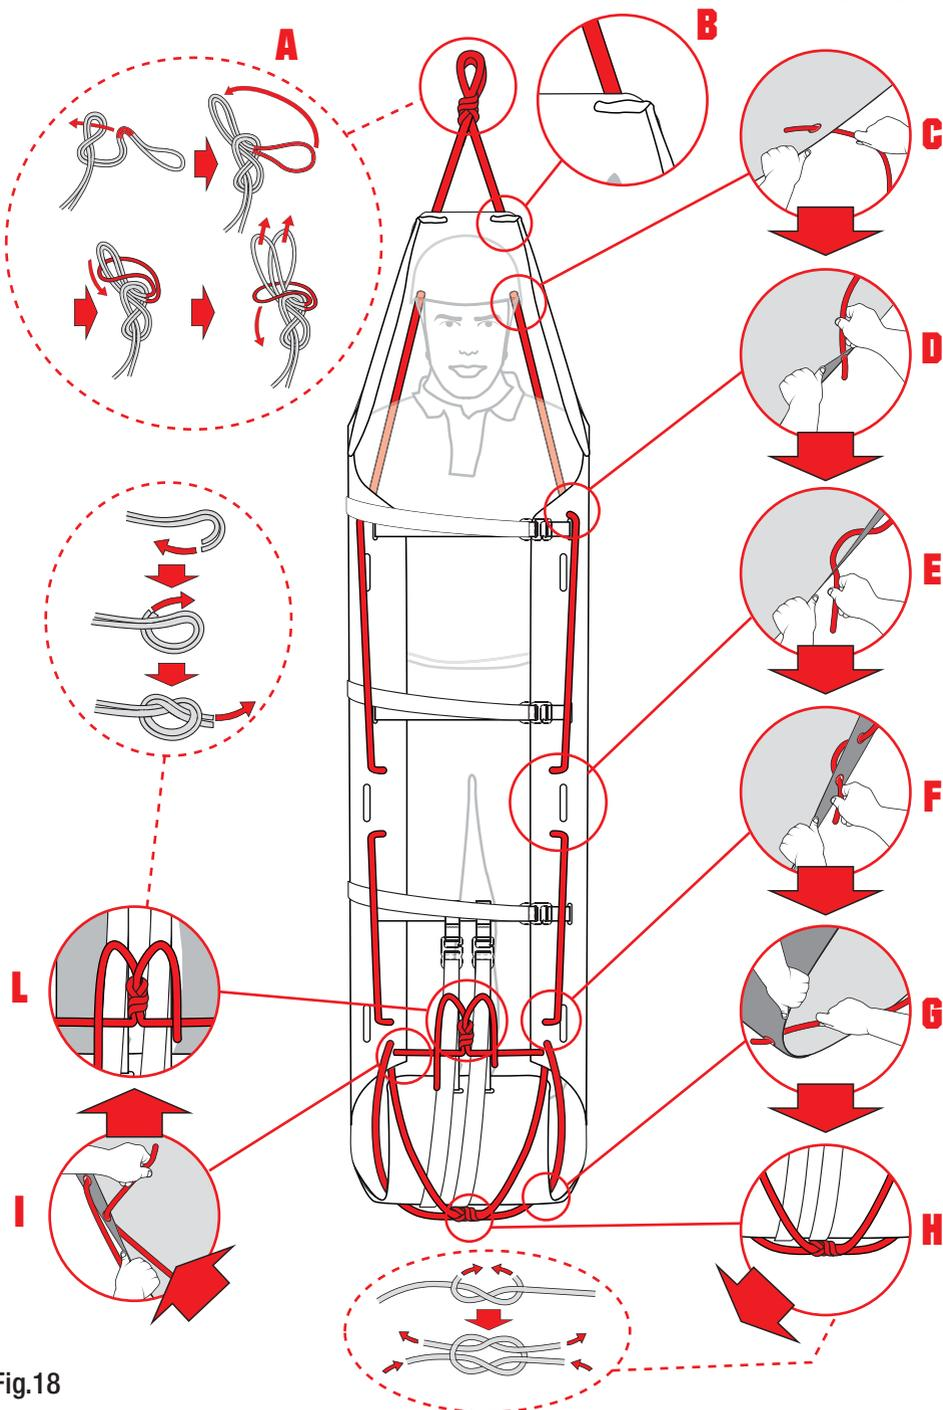

Fig.18
c) calata o recupero in verticale: inserire la corda (H) nei fori A8 del piano di appoggio (fig. 18).